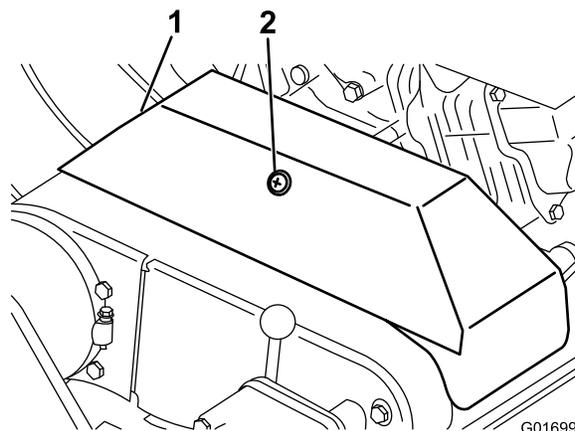

Figure 40
2. Desserrez le dispositif de retenue du couvercle de la courroie trapézoïdale et ouvrez le couvercle (Figure 40).